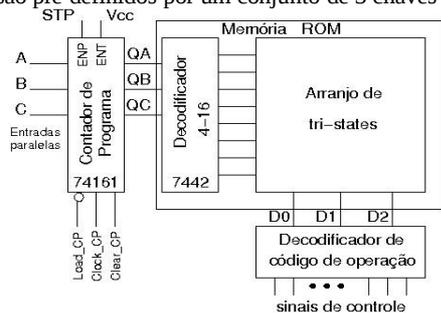

Figura 2: Contador de Programa.
- c) Nas Experiências 4 e 5 você teve que coordenar manualmente, por meio de botoeiras, uma sequência de operações para realizar uma tarefa específica. Considere agora a possibilidade de armazenar os códigos de operação desta sequência numa memória ROM e projete uma máquina de estados que controle a execução na sequência programada. Em cada estado da máquina ocorre a decodificação e execução de uma operação, como ilustra a Figura 2. Essa máquina de estados é conhecida por **contador de programa (CP)**. No circuito mostrado, cada código de operação de 3 bits é armazenado em uma posição da memória endereçável pelo CP e os valores (A,B,C) são pré-definidos por um conjunto de 3 chaves.
Explique o funcionamento do circuito da Figura 2, ressaltando a tabela-verdade do CI 7442, a duração de cada estado em termos de um relógio do sistema CLK, e os valores dos sinais de controle Load\_CP, Clock\_CP, Clear\_CP, STOP para as seguintes situações: